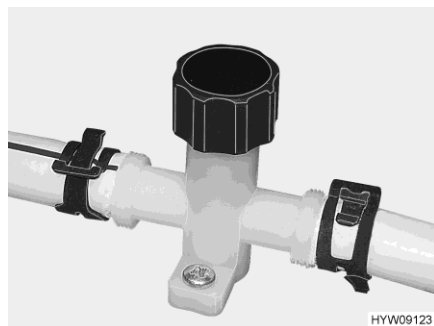
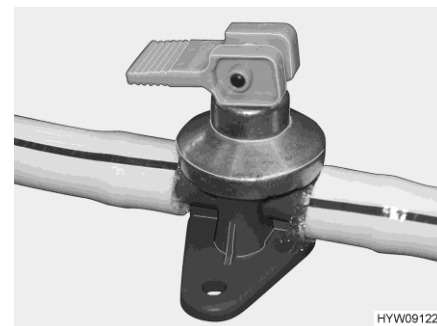

Fig. 207 Robinet de vidange (conduite d'eau)
Fig. 208 Robinet de vidange (chauffe-eau Alde)
- Fermer les robinets de vidange (Fig. 207 et Fig. 208). Tourner pour cela les capuchons dans le sens des aiguilles d'une montre ou mettez le commutateur à bascule à l'horizontale. L'emplacement de la valve de sécurité et de vidange et des robinets de vidange est présenté au paragraphe 10.7 à la fin de ce chapitre.